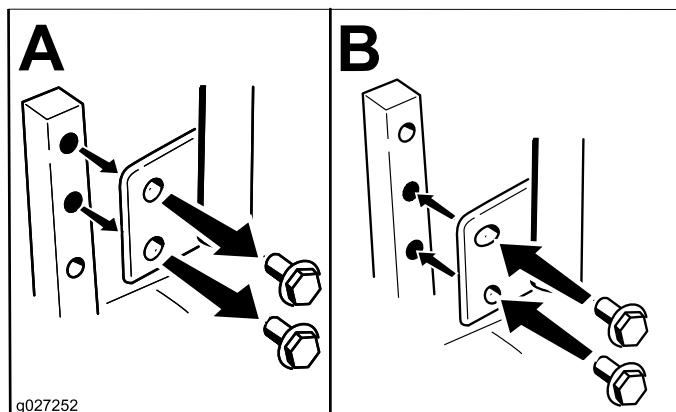

Figure 19
Vous pouvez régler la hauteur des leviers de commande de déplacement de manière à obtenir un confort maximum (Figure 19).
2. Desserrez le boulon inférieur jusqu'à ce qu'il soit possible de pivoter le levier de commande en avant ou en arrière (Figure 19).